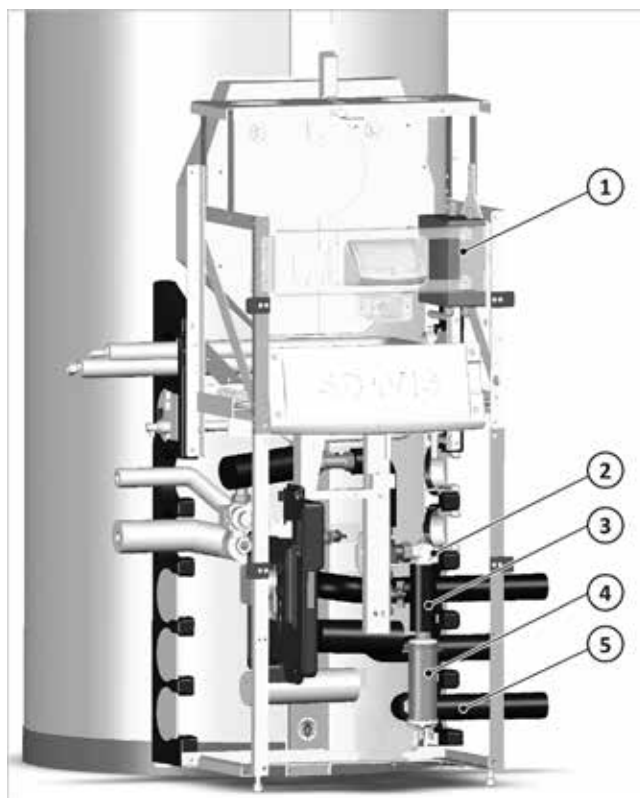

Fig. 19: Posición de los componentes en el módulo de carga
→ La fig. 19 muestra la posición de la caja de conexión (1) y del cartucho calefactor (4) en el módulo de carga. Los tubos de conexión para el avance de la bomba de calor y de la calefacción se pueden tender tanto a la derecha como a la izquierda mediante la conducción lateral.
1. Atornille la caja de conexión al módulo de carga, véase → fig. 19 (1).